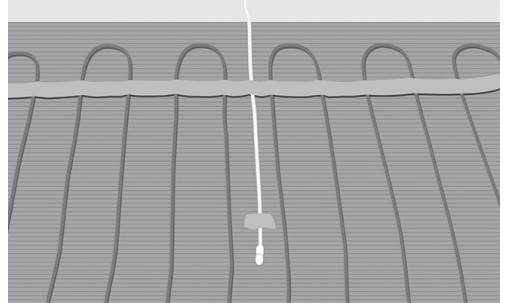

Fig. 12. Placér røret/føleren mellem to kabler
11. Placér og fastgør røret eller gulvføleren. Sørg for at placere røret/føleren mellem to varmekabler og forsegl enden af røret. (fig. 12).